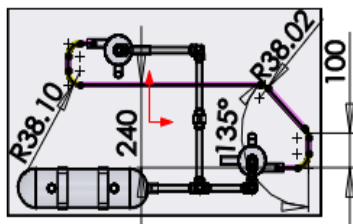

图 11.9.15 横断面草图
Step5. 创建管道线路。将视图切换至前视方向，绘制图 11.9.15 所示的横断面草图。